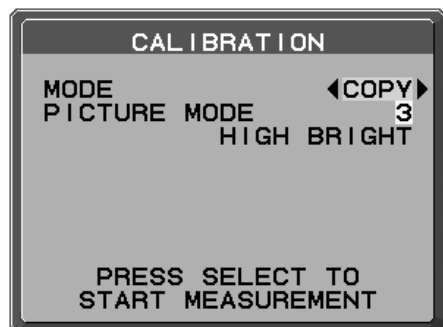

Figura C.3
2. Utilice "IZQUIERDA" o "DERECHA" en la pantalla B y seleccione COPIAR en la selección de MODO (**Figura C.3**).